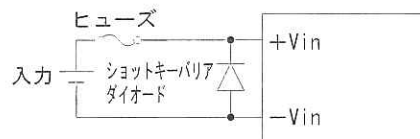

図3.2 逆極性入力電圧に対する回路例
- 入出力端子に極性逆の電圧が加わると故障いたします。極性逆の電圧が加わる可能性がある場合は、図3.2のような保護用の回路を外付けしてください。